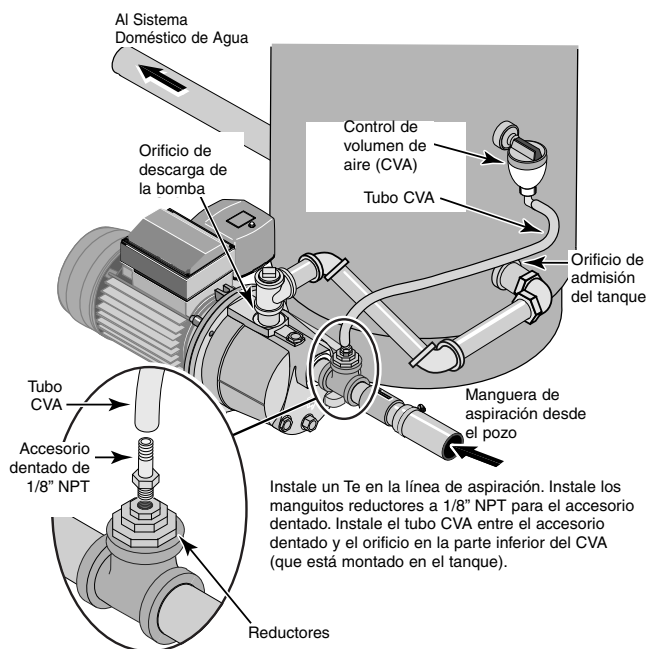

Figura 6: Conexiones para Tanque Estándar
## CONEXIÓN PARA TANQUE ESTÁNDAR (Figura 6)
3. Instale un Te con manguitos reductores en la tubería de aspiración según se ilustra en la Figura 6.